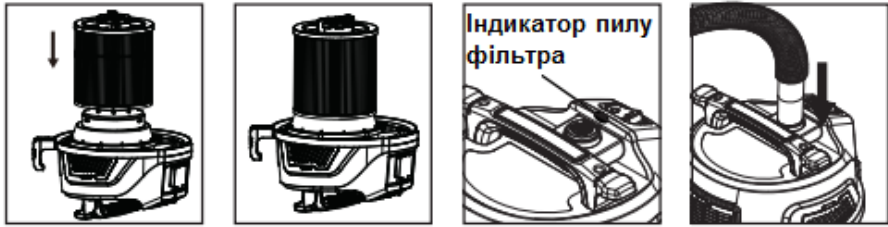

Рисунок 3.
4.2 Робота в режимі прибирання сухих відходів, пилу (рисунок 3):
Для використання видування або розпорощення переконайтеся, що вихідне гніздо повітряного тракту на верхній частині виробу не закрито сіткою або поролоновим фільтром, за необхідності відкрийте гніздо. Приєднайте гнучкий шланг до вихідного отвору. Тепер виріб готовий до видування (рис. 3).